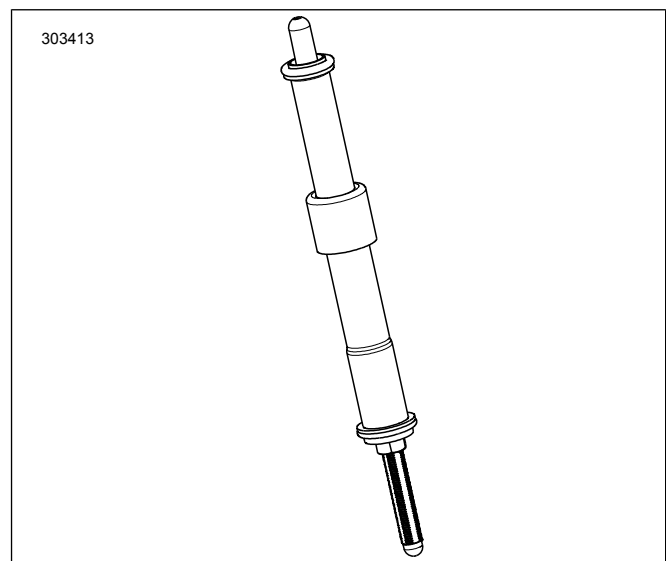

Abbildung 4. Stößelstange im in die Stößelstangenführung eingeführten Zustand
7. Abbildung 4 Die Einlassventilstößelstangen in die Stößelstangenführungen einführen. Die O-Ringe, die untere Stößelstangenführung und das Kegelstück der Federabdeckung gegen neue Komponenten aus diesem Satz austauschen. Darauf achten, dass die Spannerseite der Stößelstange unten liegt.